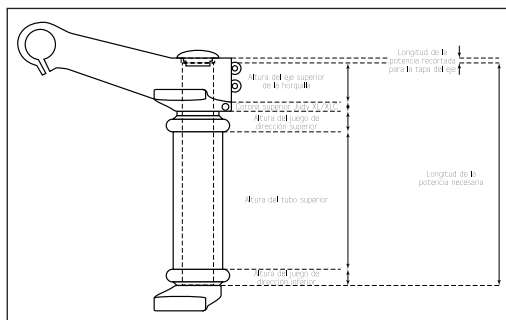

Fig. 3
3. Quizás necesite recortar el tubo de dirección para que tenga una longitud adecuada. Para recortar el tubo de dirección, deberá retirar los tubos superiores. Si no lo hace, los tubos superiores estorbarán al recortar el tubo de dirección a la longitud adecuada. La longitud del tubo de dirección viene determinada por las siguientes partes: Longitud de anclaje en el tubo de dirección de la corona superior Judy XLC, longitud de anclaje del tubo de dirección en la potencia, y altura del conjunto de dirección superior e inferior (ver Fig. 3). Para facilitar el montaje, no instale la corona superior Judy XLC en los tubos superiores sin antes recortar el tubo de dirección a la longitud adecuada y apretar la corona inferior en la posición requerida. SUGERENCIA: MIDA DOS VECES Y CORTE DE UNA SOLA VEZ.